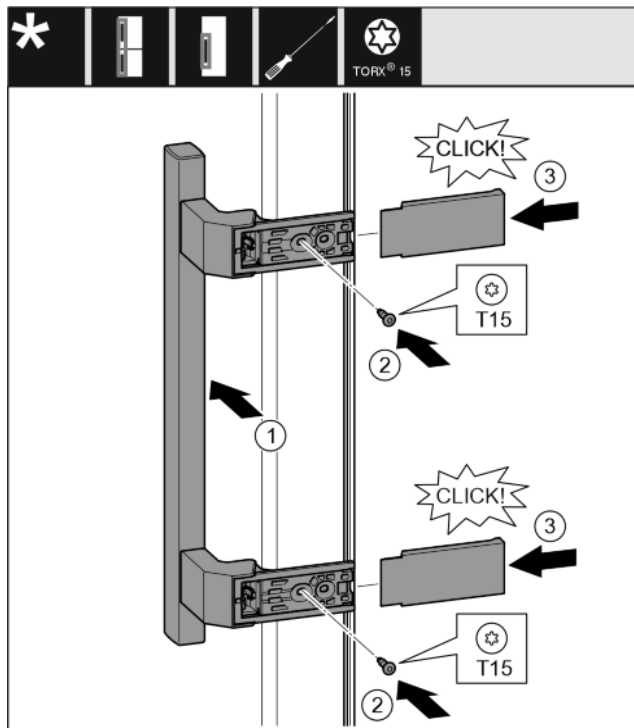

Fig. 31
- ▶ Aplicați mânerul pe partea opusă. Fig. 31 (1)
- ▶ Înșurubați ferm șuruburile cu șurubelnița T15. Fig. 31 (2)
- ▶ Aplicați și împingeți capacele laterale. Fig. 31 (3)